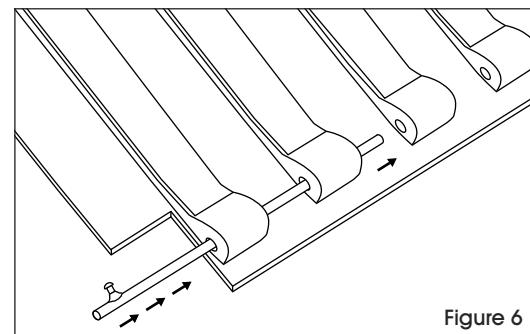

Figure 6
10. Insérez la barre de charnière dans tous les trous de charnière du couvercle. (Voir Figure 6)